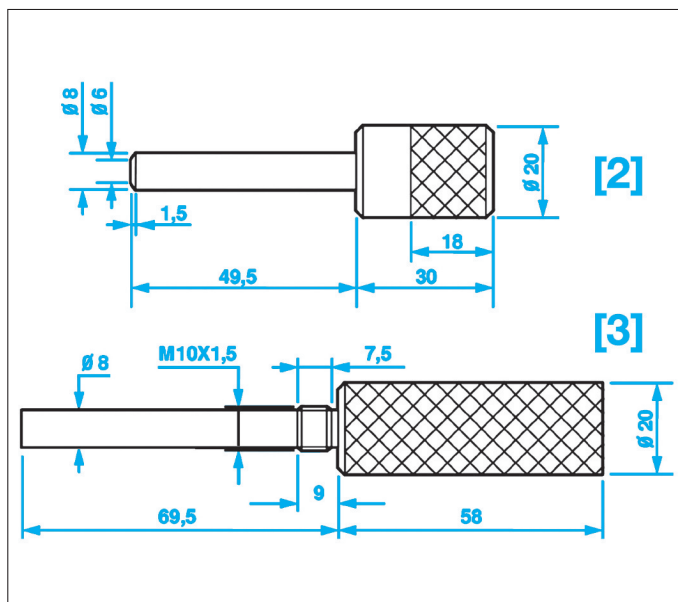

Fig. 9
- [3]. Pige de calage de l'arbre à cames (outil Renault Mot. 1430) (Fig.9).